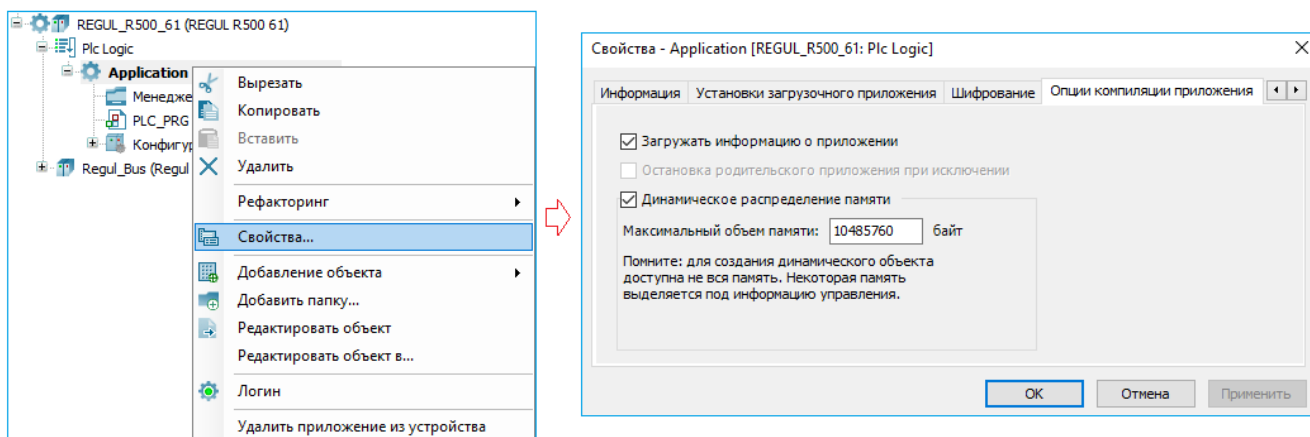

Рисунок 173 – Окно «Свойства»
- поместите курсор на **Application** в дереве устройств, правой кнопкой мыши вызовите контекстное меню, выберите пункт **Свойства**. Откроется окно **Свойства** ⇒ вкладка **Опции компиляции приложения** (Рисунок 173);